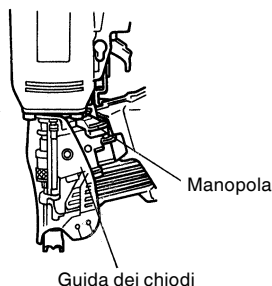

Fig. 21
- (1) Occasionalmente pulite la parte slittante della manopola e poi applicate l'olio raccomandato. (Vedi Fig. 21)